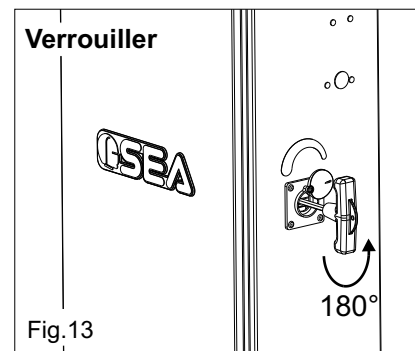

Fig. 13
- Tourner la clef à T en sens inverse aux aiguilles d'une montre (Fig 13)